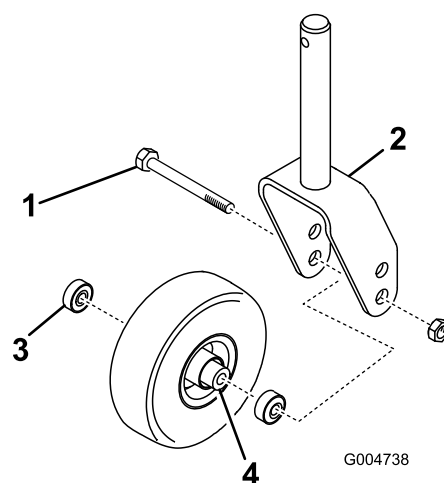

Figura 25
1. Retire la contratuerca del perno que sujeta el conjunto de la rueda giratoria en la horquilla (Figura 25). Sujete la rueda giratoria y retire el perno de la horquilla o del brazo de pivote.
2. Retire el cojinete de la rueda y deje que se caiga el suplemento del cojinete (Figura 25). Retire el cojinete del otro lado de la rueda.